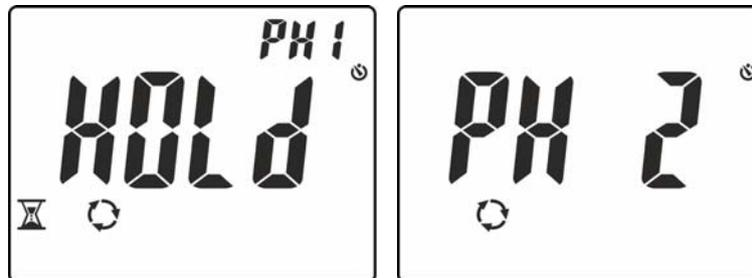

Fig. 14: Reconocimiento fase L1 y espera para fase L2
4. En condiciones correctas de tensión y frecuencia, el instrumento muestra el mensaje “**HOLD**”, los símbolos  y “PH1” y emite un sonido continuo a la espera del reconocimiento de un valor estable de tensión sobre la fase L1 (ver Fig. 14 – parte izquierda)
5. **No retire la punta de la fase L1** hasta la visualización del mensaje “**PH 2**” parpadeante en pantalla (ver Fig. 14 – parte derecha)